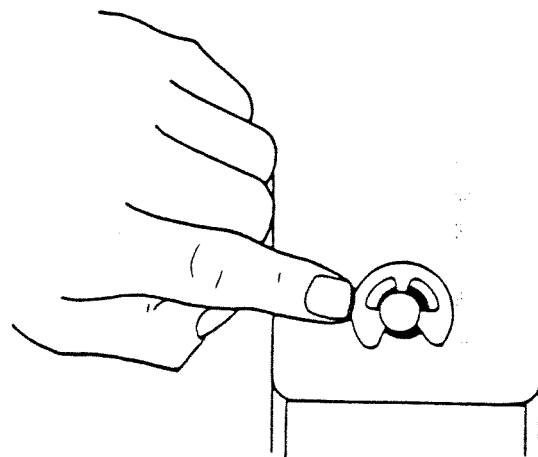

FIGURE 2
10. Zur weiteren Kontrolle öffnen Sie die Klappe; verschieben Sie die Achse des Andruckkegels seitwärts (Abbildung 2) und schließen und öffnen Sie die Klappe ein paarmal. Vergewissern Sie sich, daß die Achse sich von selbst wieder in die Mitte des Lochs setzt.